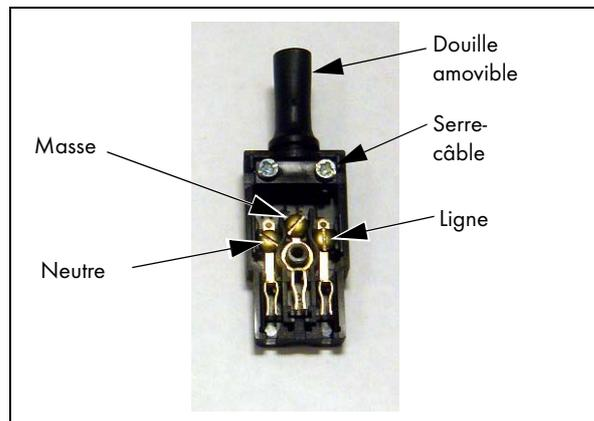

Figure 4.10 : connecteur CA compatible
3. Desserrez les deux vis du serre-câble. Pour plus d'informations, voir la figure 4.10.